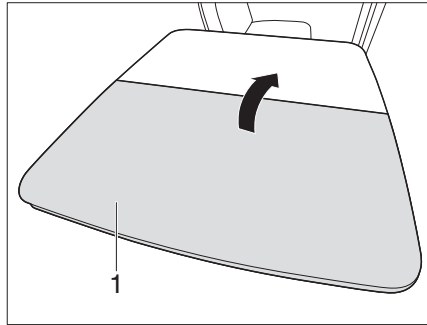

Bild 117 Klapptisch einklappen
- Tischhälfte (Bild 117,1) einklappen.